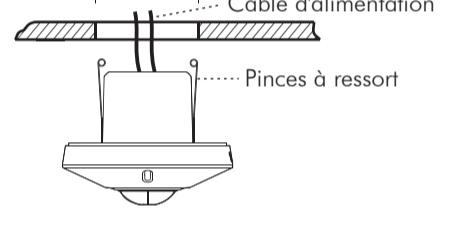

FIG. 11
3.4.2.4 Rapprochez les deux pinces à ressort du détecteur et insérez le détecteur dans le trou que vous avait fait dans le plafond (Voir FIG.11).